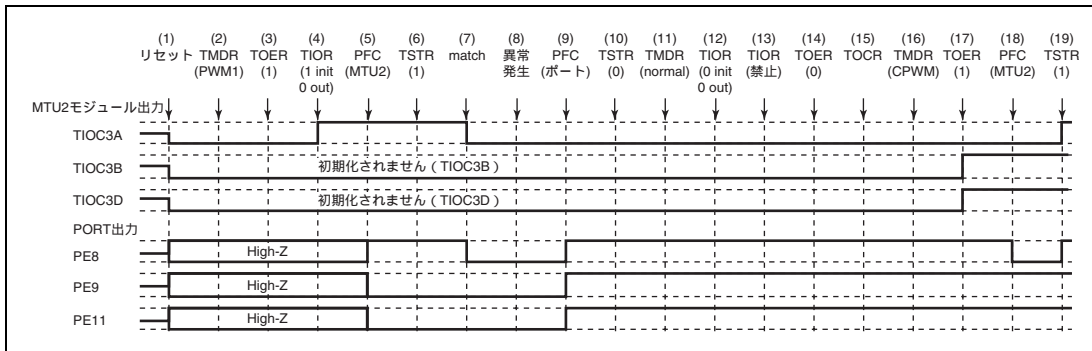

図 11.125 PWM モード 1 で異常が発生し、相補 PWM モードで復帰する場合
PWM モード 1 で異常が発生し、再設定後相補 PWM モードで再スタートする場合の説明図を図 11.125 に示します。
(1) ~ (14) は図 11.125 と共通です。
(15) TOCR でリセット同期 PWM の出力レベルと周期出力の許可禁止を選択してください。
(16) リセット同期 PWM を設定します。
(17) TOER でチャンネル 3、4 の出力を許可してください。
(18) 汎用入力ポートで本モジュール出力としてください。
(19) TSTR で再スタートします。